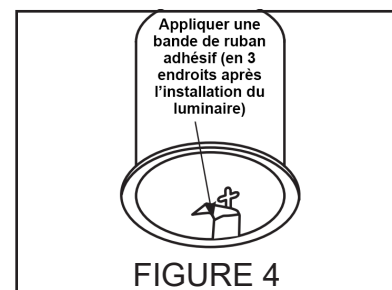

FIGURE 4
Étape 4. Pour certains modèles, appliquer des bandes de ruban adhésif sur chacune des attaches de rétention et les fentes. Couvrir complètement avec les bandes de ruban adhésif. Utiliser les bandes fournies, ne pas les remplacer par du ruban adhésif (Fig. 4).